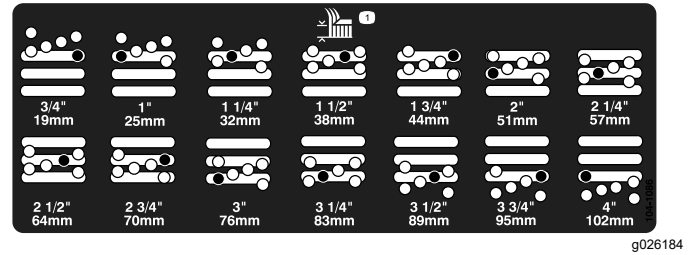

Figure 19
4. Tout en soutenant la chambre, déposez l'entretoise (Figure 19).
5. Placez la chambre à la hauteur de coupe voulue et mettez l'entretoise dans le trou et la fente correspondant à la hauteur de coupe désignée (Figure 19)